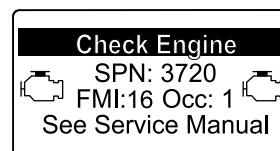

Figura 52
- Advertencia del motor SPN 3720, FMI 16 (Figura 52)